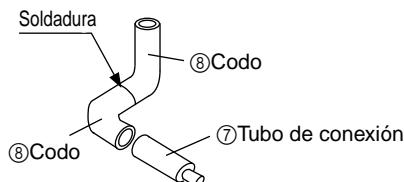

Fig. 1
- (1) Quite la tapa de cobre y la junta de goma colocadas en la tubería y en la brida del distribuidor (gas) (opcional).
- (2) Haga el montaje fuera de la unidad con el codo (⑧) en la posición especificada y haga la soldadura (consulte la Fig. 1). Para el tipo 600, suelde también el tubo de conexión (⑦).